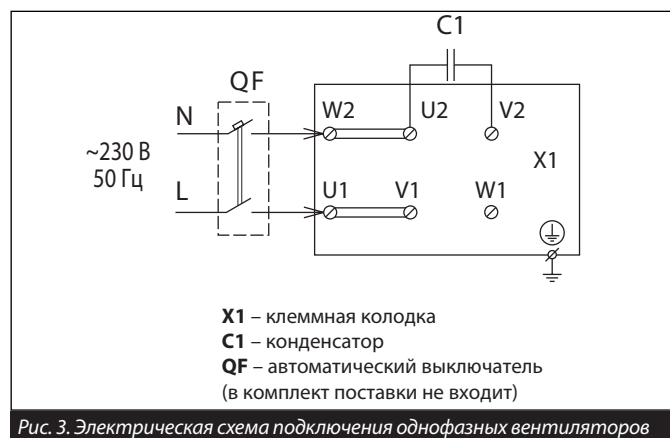

Рис. 3. Электрическая схема подключения однофазных вентиляторов
Вариант монтажа вентилятора на стене с помощью монтажных кронштейн-уголков KS-ISK (приобретаются отдельно) показано на рис. 3.
Схема подключения однофазных вентиляторов показана на рис. 3, трехфазных вентилятров – на рис. 4.
3. Проведите электрический кабель в клеммную коробку через гермоввод и подключите провода кабеля к входному клеммнику вентилятора согласно схем подключения (рис. 3, рис. 4). Зафиксируйте кабель с помощью гаек. Установите крышку клеммной коробки и зафиксируйте ее шурупами.